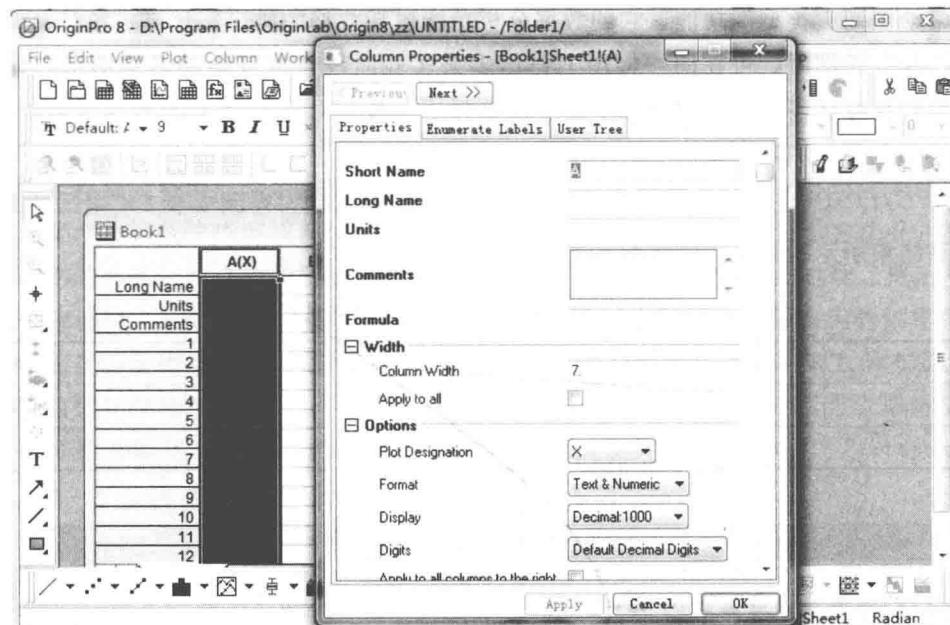

图 2-5 Worksheet 列的设置
2. 列的设置：双击 Worksheet 灰色表头区域，即弹出 Column Properties 对话框，如图 2-5 所示。可编写列所代表的物理量、符号及单位等。